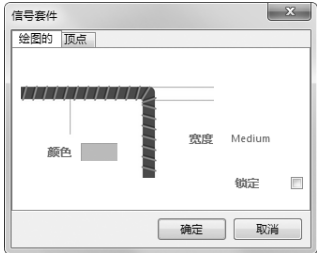

图 3-43 “信号套件”对话框
(3) 设置信号线束的属性。在放置信号线束的过程中，用户可以对信号线束的属性进行设置。双击信号线束或在光标处于放置信号线束的状态时按〈Tab〉键，弹出如图 3-43 所示的“信号套件”对话框，在该对话框中可以对信号线束的属性进行设置。